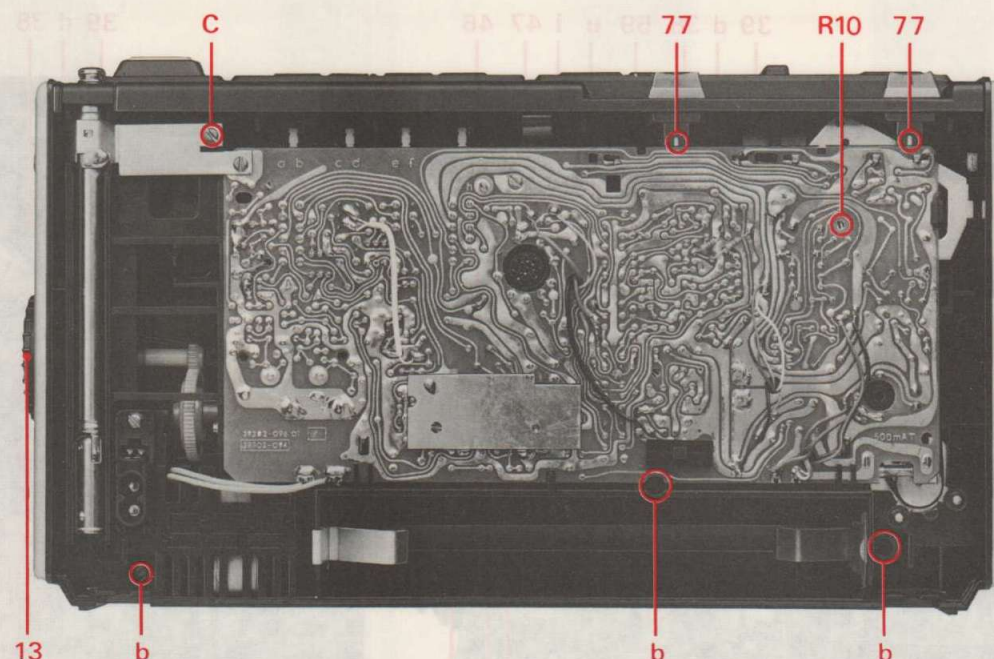

Abb. 2 Vorderwand abnehmen
**15. Bandgeschwindigkeit einstellen** (Abb. 2)